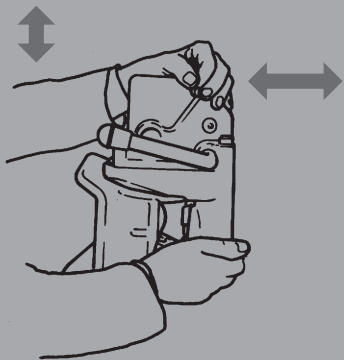

Abb. 6
- Kupplungskopf (nicht Fangmaul) in abgekoppeltem Zustand in Fahrtrichtung kräftig bewegen (s. Abb. 6): Es darf **kein Längsspiel** feststellbar sein.
- Kupplungskopf mit entsprechendem Werkzeug auf- und abwärts bewegen (s. Abb. 6): Das **Höhsenspiel** darf max. 3 mm, am Kupplungskopf (Mittelachse Kupplungsbolzen) gemessen, betragen.